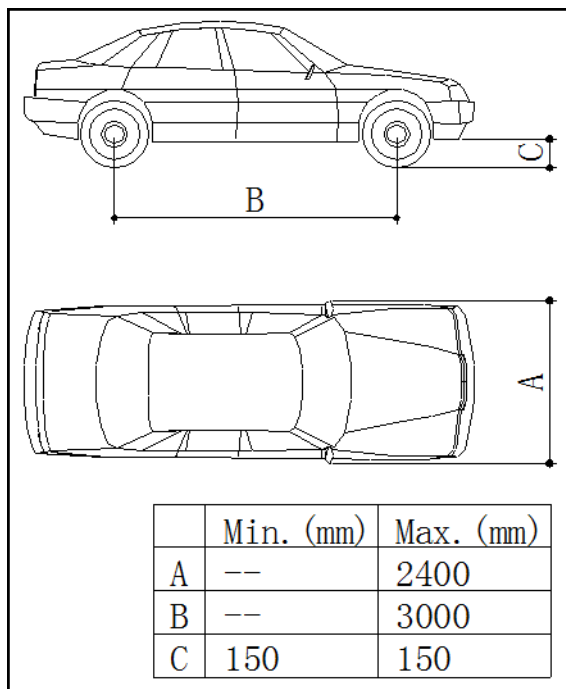
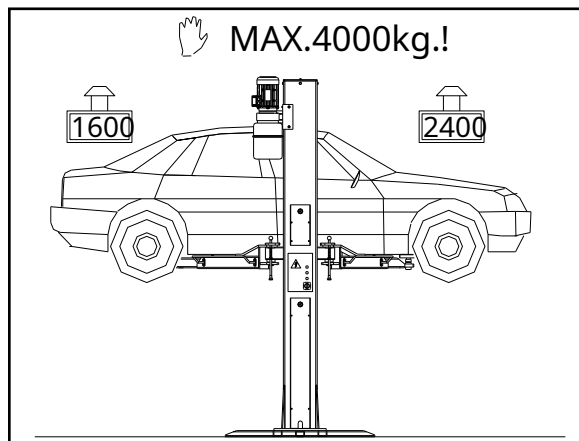

Abb. 6
Abb. 7 Gewichtsverteilung
- ◆ Nur autorisiertes Fahrzeug (Abb. 6 & Abb. 7) angehoben werden, ohne die Fördermenge und die Gesamtabmessungen zu überschreiten.